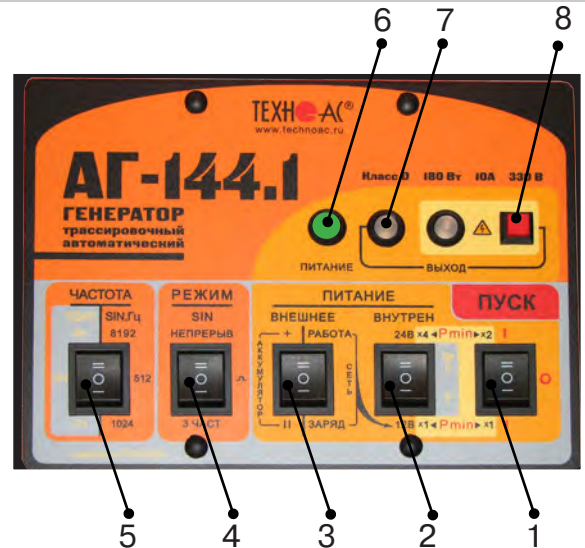

рис. 4.3
Включить питание клавишей включения питания поз.1 **рис.4.3** в одно из положений «I», в зависимости от выбираемой мощности. При свечении индикатора «Питание» поз.6 желтым цветом следует зарядить внутренние аккумуляторы, свечение зеленым цветом - можно приступать к работе.
1) Открыть крышку. Выбрать переключателем «ЧАСТОТА» поз. 5 **рис.4.3** необходимую частоту синусоидальной генерации (512 / 1024 / 8192Гц).
2) Выбрать переключателем «РЕЖИМ SIN» поз. 4 **рис.4.3** необходимый вид синусоидальной генерации (непрерыв/  /3част).
Переключатель поз.3 **рис.4.3** установить в положение «работа».
Переключателем напряжения внутреннего питания поз.2. **рис.4.3** установить первый коэффициент выбора мощности генерации.
4) Включить питание клавишей включения питания поз.1 **рис.4.3** в положение соответствующее второму коэффициенту выбора мощности
5) Начнется генерация и автосогласование с постепенным возрастанием напряжения на выходе. Здесь следует наблюдать за цветом индикатора «ВЫХОД» поз.7 **рис.4.3**. Если автосогласование закончилось зеленым свечением – заданная мощность достигнута. Если желтым – сопротивление нагрузки слишком велико для заданной мощности при выходном напряжении ограниченном «по умолчанию» на «безопасном» уровне 24 В.
Для запуска «неограниченного» режима следует включить питание (переключателем «ПУСК») при нажатой красной кнопке «» поз.8 **рис.4.3** и удерживать ее до засвечивания красного индикатора «». Мигание этого индикатора обозначает потенциальную «опасность». Непрерывное свечение обозначает реальное наличие на выходе напряжения $\geq 24\text{В}$.
1) Выключить питание генератора клавишей включения питания поз.1 **рис.4.3**, установив ее в положение «0».